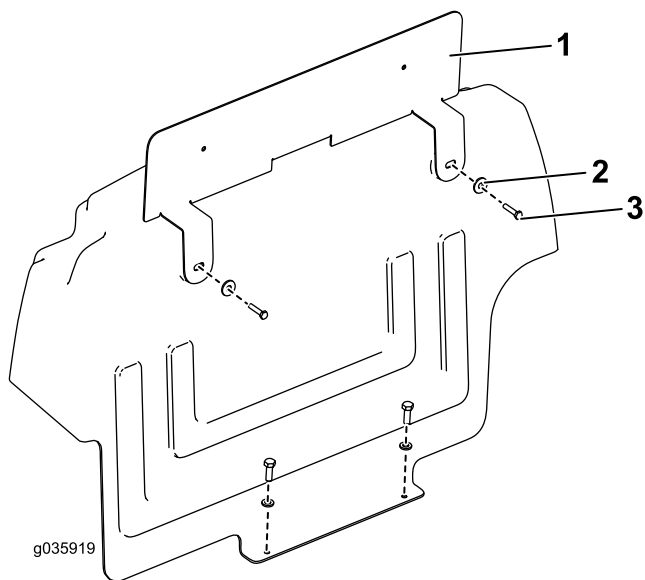

Bild 7
2. Befestigen Sie den unteren Flansch des Schotts mit den in Schritt 6 von 1 Vorbereiten der Maschine (Seite 2) aufbewahrten Schrauben an der Maschine (Bild 7).